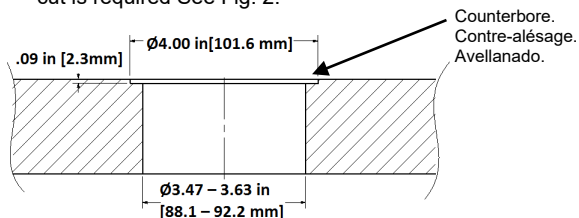

Fig. 2
- To mount Catalog RCT2x1 a flush mount cut is required See Fig. 2.
- Pour fixer les numéros de catalogue RCT2x1 et une coupe pour montage affleurant est requise. Consulter la Fig 2.
- Para montar el catálogo RCT2x1 se requiere corte de montaje vea la Fig. 2.